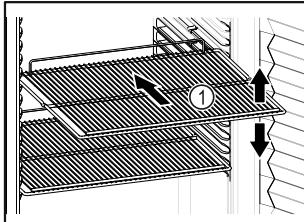

Fig. 73 Beispielhafte Darstellung
- Wenn Ablageflächen Fig. 73 (1) versetzbare sind, Ablageflächen je nach Höhe anpassen.